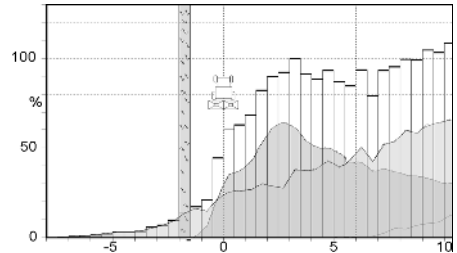
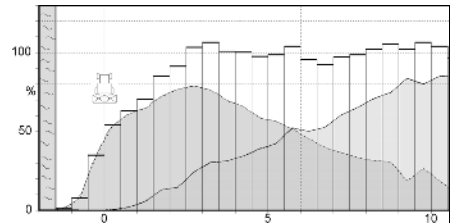

Fig. 13
Fig. 14
- Fahrgassen in Abständen von 10 bzw. 12 m anlegen (Fig. 13 und Fig. 14).
Bei der OM 10-16 beträgt die Wurfweite ca. 36 m (vgl. Fig. 14). Dadurch ergeben sich bei 15 und 16 m große Überlappungsbereiche, die für eine gleichmäßige Düngerausbringung vorteilhaft sind. Bei 10 und 12 m Arbeitsbreite kann diese große Wurfweite nachteilig sein, besonders beim Einsatz des Grenzstreuschirmes.
So ist z.B. das Grenzstreuen (mit Grenzstreuschirm) auf 1,5 m Abstand bei 16 m Fahrgassen gut, da kein Dünger über die Feldgrenze geworfen wird. Wird jedoch mit der selben Schaufelstellung (bei einigen Düngersorten, z.B. KAS, ist es möglich, mit der selben Schaufelstellung eine optimale Querverteilung bei 10-16 m Arbeitsbreite zu erzielen) auf 12 m oder auf 10 m Fahrgassenabstand gefahren, werfen die OM 10-16 bei der Rückfahrt beachtliche Düngermengen (ca. 4,5 bzw. 6,5 m weit) über die Grenze hinweg (siehe Fig. 13).
Da laut Düngeverordnung das Düngen über die Feldgrenze hinaus nicht erlaubt ist, ist eine Einhaltung der Verordnung für die oben genannten Einsatzfälle nur durch den Einsatz der OM 10-12 möglich (siehe Fig. 13).